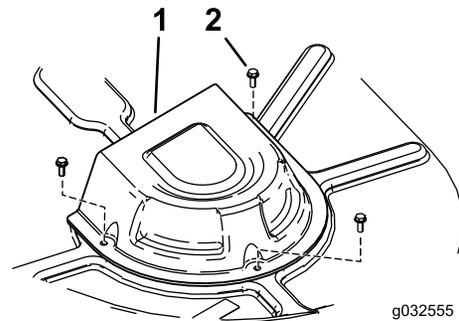

Figura 47
4. Retire las cubiertas de la polea (Figura 47).